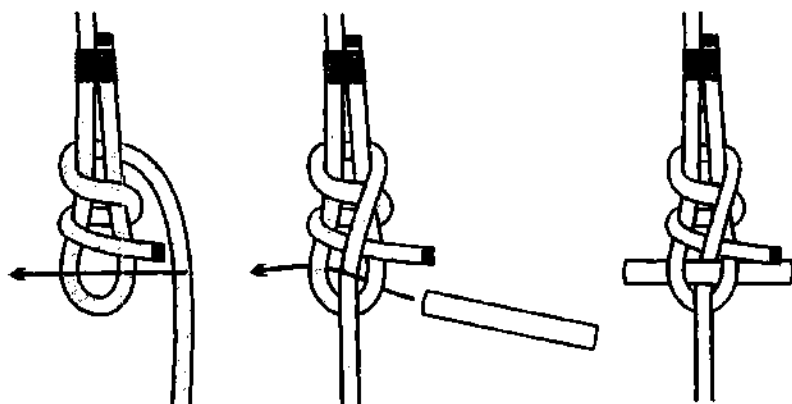

Рис. 899. Гинцевый узел.
**Гинцевый узел** – это **быстро-раздающийся брам-шкотовый узел** с клевантом (рис. 899). **Гинцевый узел** способен выдержать большие нагрузки. Он может быть мгновенно развязан, даже если намок, туго затянулся или находится под нагрузкой. **Гинцевый узел** также можно вязать на огне с коушем.